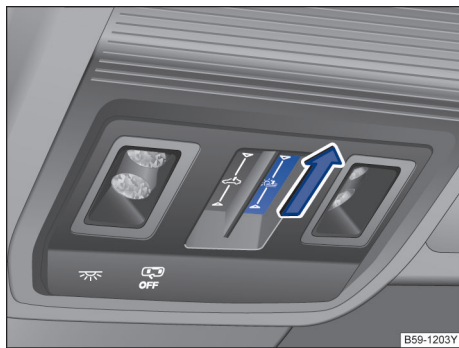

图 73 在顶棚中：打开遮阳卷帘
- 自动运行：通过向后滑动功能按钮  → 图 73。通过点击功能按钮中断自动运行。